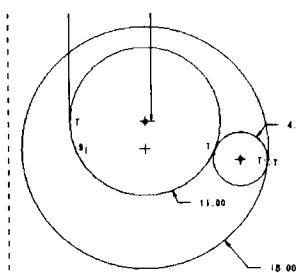

图 1-25 绘制圆
(11) 单击 按钮绘制圆，并单击 按钮选择与接触的两圆（半径分别为 18 和 11）相切，并将半径修改为 4，如图 1-25 所示。